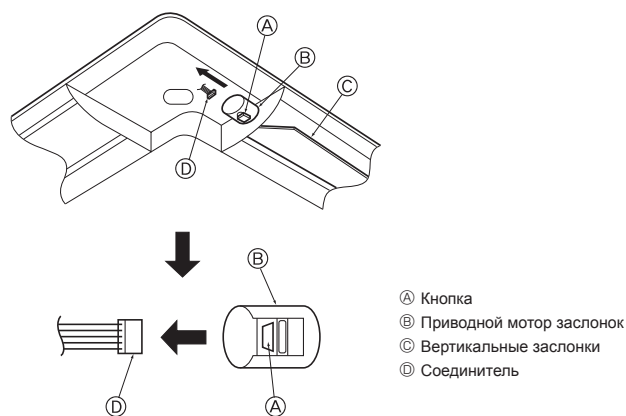

Fig. 5-17
5.4. Блокировка направления воздушного потока вверх/вниз (Fig. 5-17)